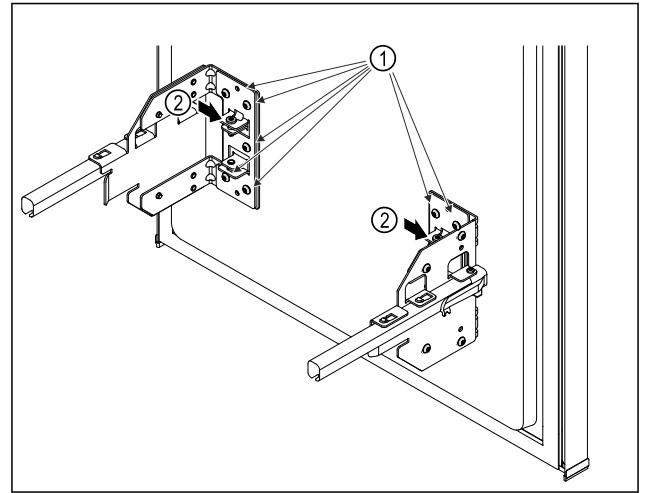

Fig. 9
- Schrauben Fig. 9 (1) leicht lösen.
- Schrauben Fig. 9 (2) drehen, um den Auszugswagen nach oben oder unten zu verschieben.
- Schrauben Fig. 9 (1) bis zum Anschlag festziehen.